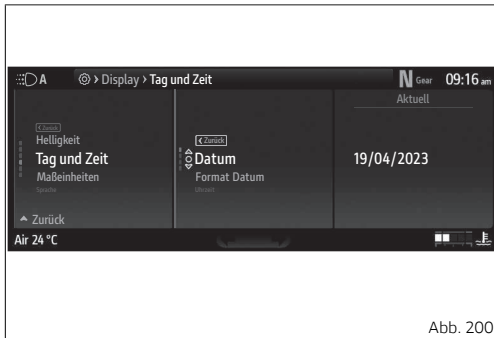

Abb. 200
Die Angaben „Datum“, „Format Datum“ und „Format Uhrzeit“ werden angezeigt. Auf der rechten Seite wird die aktuelle Einstellung (Abb. 200 S.251) angezeigt.
- Die Angabe „Datum ändern“ (Abb. 200 S.251) markieren, dann die Taste \circ drücken.